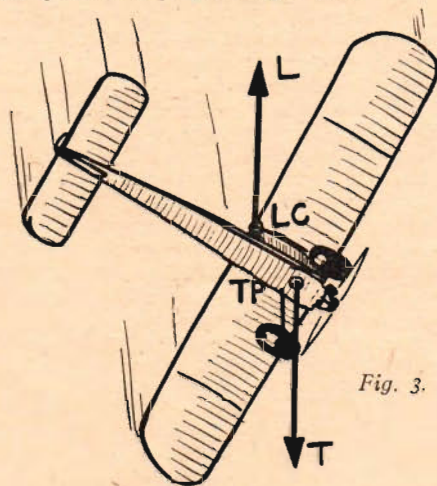

Fig. 3.
Nu ligger alltså vår hänggunga i vertikalsväng med ena vingen mot skyn. Förhållandena har då ändrats. (Se fig. 3.) Tyngden (T) motverkas nu av lateralplansytan, som hindrar planet att sjunka lodrätt till marken genom lateralplansmotståndet L (lyftkraften verkar ju vid vertikalsväng horisontellt ut och motverkar endast centrifugalkraften). Nu är det inte längre lateralcentrums läge i höjddled som intresserar oss, utan dess läge i längdled i förhållande till planets tyngdpunkt. En typisk hänggunga har motorn placerad alldeles intill vingframkanten, och framför denna finns alltså ingen yta, som kan motverka fenen och de upphöjda vingdelarna. Planet kommer givetvis att sänka nosen och gå i dyk-